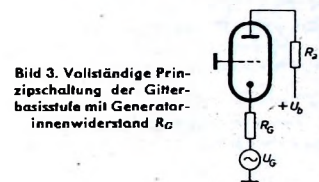

Bild 3. Vollständige Prinzipschaltung der Gitterbasisstufe mit Generatorinnenwiderstand R_G
einen Innenwiderstand hat. Bild 3 zeigt die ergänzte Schaltung mit dem Generatorinnenwiderstand R_G . Zwischen R_G und dem Röhreneingangswiderstand R_e findet eine Spannungsteilung statt, die berücksichtigt werden muß. Bezogen auf die Generatorspannung (oder -EMK) U_g , ist die Ausgangsspannung
Dieses Ergebnis war auf Grund von Bild 3 zu erwarten. Es bestätigt die Richtigkeit des in Gl. (13) gefundenen Wertes für k .